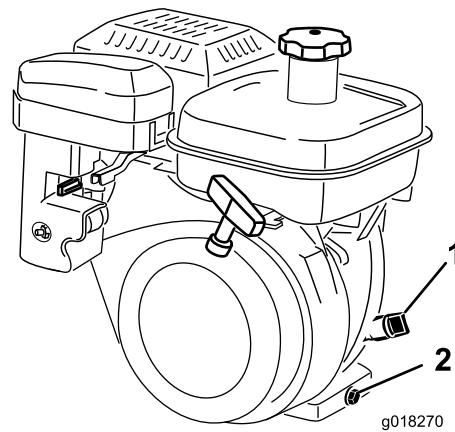

図 30
2. エンジンが水平になるように駐車し、オイルゲージの周囲をきれいに拭く（図 30）。
3. ゲージを左に回して抜きとる（図 30）。
4. ゲージをウェスできれいに拭き、もう一度差し込む。ゲージはねじ込まずに差し込む。ディップスティックをもう一度抜きとって、オイルの量を点検する。不足であれば、ゲージの H と L の中間位置になるまで補給する（図 30）。油量を確認する。入れすぎないこと。
2. 機体下にあるドレンプラグの下に廃油受けを置く（図 30）。ドレンプラグをゆるめる。